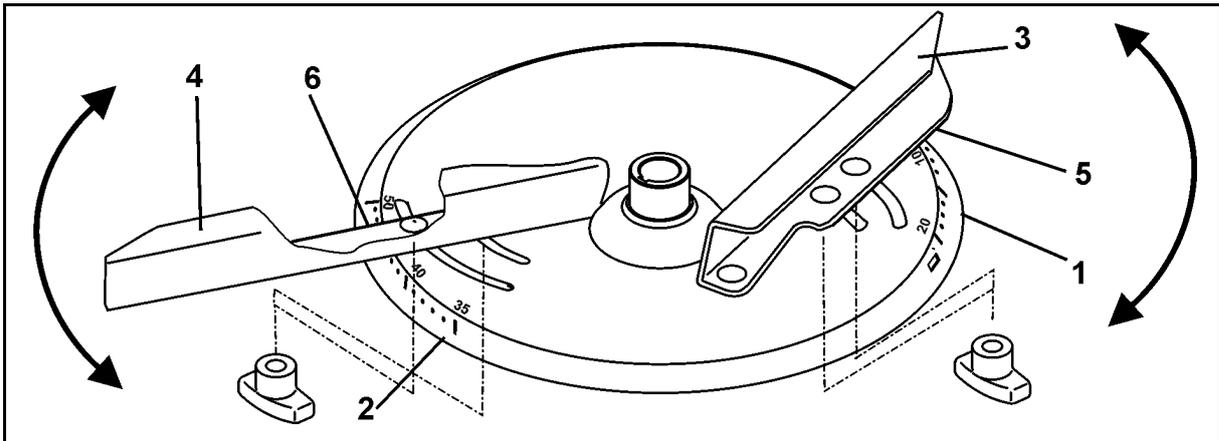

Fig. 62
Pour un réglage précis et sans outil de la position des aubes d'épandage, chaque disque d'épandage dispose de deux échelles graduées et bien distinctes (Fig. 62/1 et Fig. 62/2).
- L'échelle graduée (Fig. 62/1) dont les valeurs vont de 5 à 28 correspond à l'aube d'épandage la plus courte (Fig. 62/3) et l'échelle graduée (Fig. 62/2) dont les valeurs vont de 35 à 55 correspond à l'aube d'épandage la plus longue (Fig. 62/4).
- Relevez la valeur de réglage au niveau de l'arête de lecture (Fig. 62/5) pour l'aube d'épandage la plus courte (Fig. 62/3).
- Relevez la valeur de réglage au niveau de l'arête de lecture (Fig. 62/6) pour l'aube d'épandage la plus longue (Fig. 62/4).
- Le fait de faire pivoter les aubes d'épandage sur une valeur plus élevée de l'échelle graduée (Fig. 62/1 ou Fig. 62/2) entraîne une augmentation de la largeur de travail.